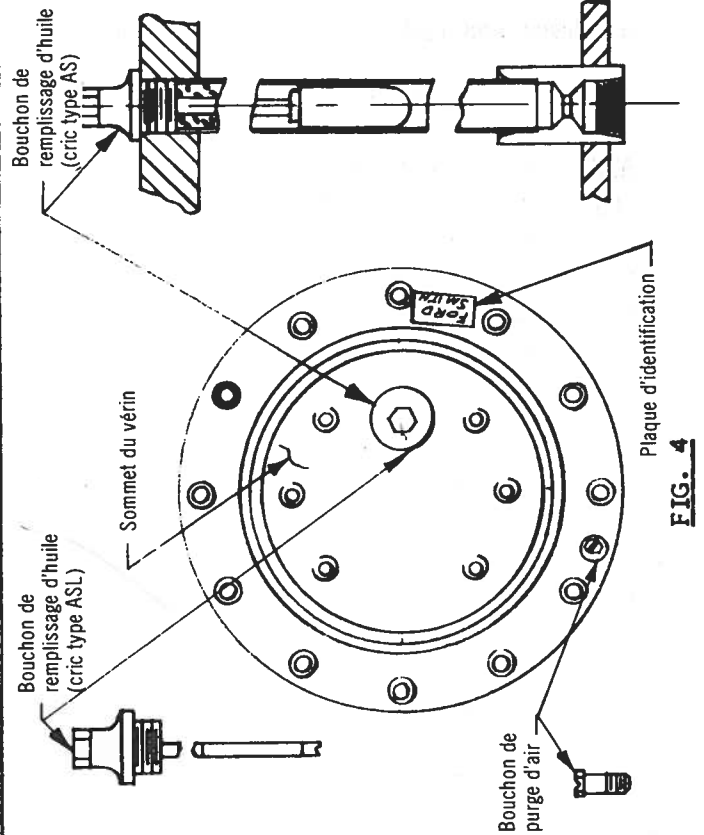

FIG. 4
- b) Ouvrez, mais n'enlevez pas le bouchon de purge d'air. Voir Figure 4.
- c) Enlevez le bouchon de remplissage d'huile. Voir Figure 4.
**ATTENTION:** SUR LES VERINS TYPE AVEC LE CONTROLE DE BAS NIVEAU D'HUILE N'ENLEVEZ PAS LE TUBE-GUIDE DU FLOTTEUR A L'INTERIEURE DU PISTON ET N'INSTALLEZ PAS LE FLOTTEUR AVANT D'EMPLIR D'HUILE. VOIR LA FIGURE 4.
- e) Remplacez le bouchon de remplissage d'huile. Voir la Figure 4.
- f) Serrez le bouchon de purge d'air. Voir la Figure 4.
- i) Abaissez le piston et vérifiez de nouveau le niveau d'huile sur la jauge. Placez le flotteur sur les modèles à contrôle des niveau d'huile. Voir Figure 4.